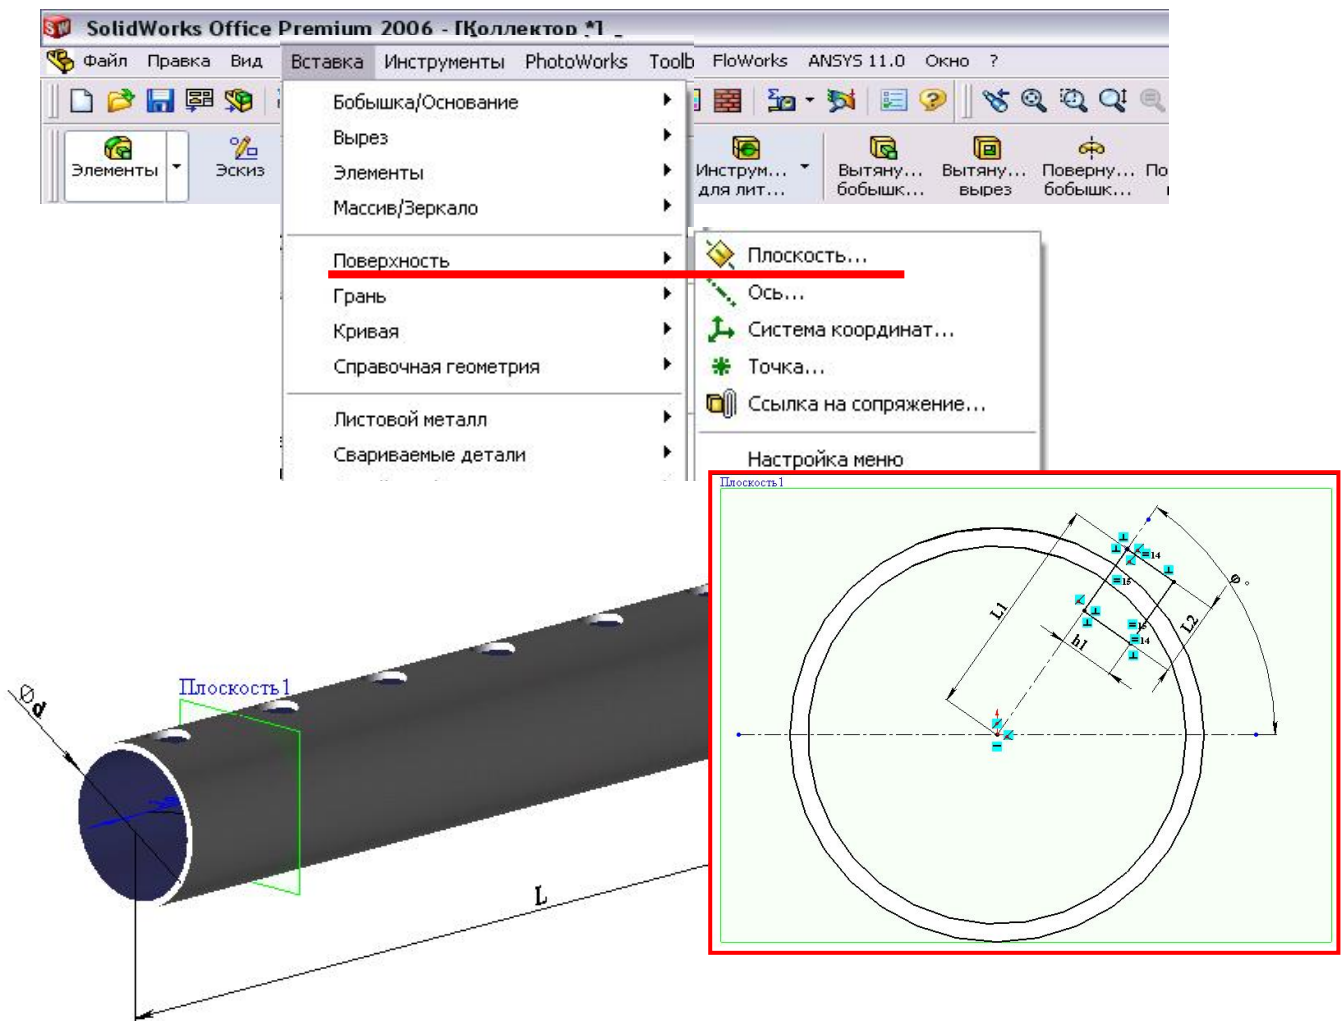

Рисунок 6.6 – Методика побудови отворів за допомогою команди «Повернений виріз»
8. У побудованій площині, використовуючи команди меню «ескіз» диспетчера команд, креслимо ескіз отвору чергової труби. Побудова вирізу під отвір здійснюється за допомогою команди «Повернутий виріз» (рис. 6.6);